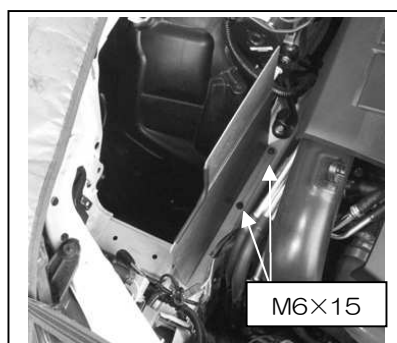

図 7
- ③ヒートプレートを車両へ取り付けます。図 7 参照※付属の M6×15 を使用します。